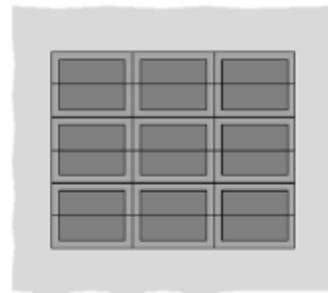

Abbildung 2
- Hilti Brandschutzmodulbox kann als als Box (2xA) oder Halbschale (A) eingesetzt werden. Eine Clusterbildung ist möglich.
- Es können maximal drei Boxen neben- und übereinander angeordnet werden, was einer Fläche von ca. 495 bis 405 mm (Breite x Höhe) entspricht (Abb. 2).
- Halbschalen (A) können bis zu drei in einer Reihe nebeneinander angeordnet werden.